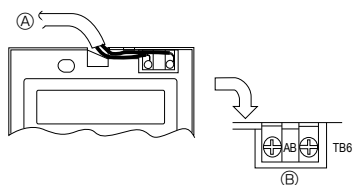

Fig. 6-4
2) Anslutningsprocedur (Fig. 6-4)
① Anslut fjärrkontrollsladden till kopplingsplinten.